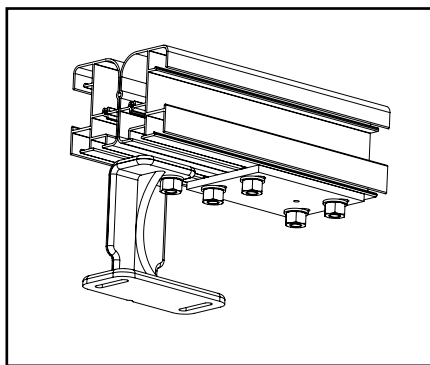

Fig. 14: support de placement sous le guide de main gauche ou droit
- Attention : la largeur du caisson est toujours 40mm plus large que la largeur de la commande. (voir fig. 14 pag. 9)